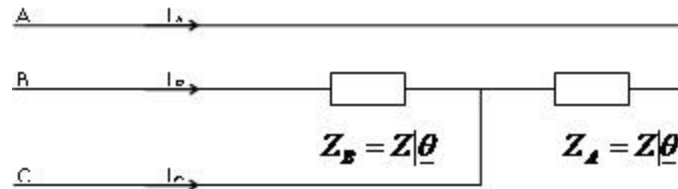

Figura 1.13
Conexión en delta (D) abierta: la cual es una carga en conexión delta desbalanceada, ya que la tercera impedancia que cierra el triángulo se omite. La tercera impedancia se puede considerar como si fuera demasiado grande (infinita): se trata como un circuito abierto. (Figura 1.13)